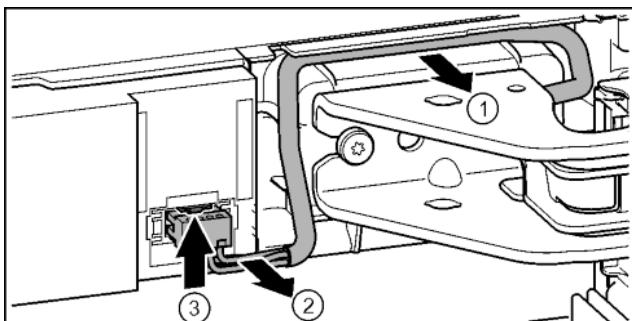

Fig. 22
- Осторожно освободить кабель над опорным кронштейном из направляющей. Fig. 22 (1)
- Аккуратно вытянуть жилы кабеля из канала. Fig. 22 (2)
- Прижать соединительную накладку вверх и осторожно вынуть штекер. Fig. 22 (3)